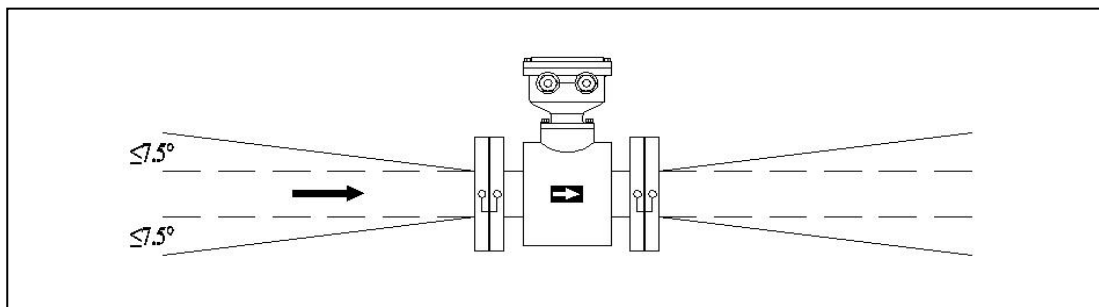

图 4.2.2 测量内径与管道内径不一致时的安装
2)流量计测量内径应与管道内径相一致，如果内径不一致，管道内径应略大于流量计内径，并在它们之间加装圆锥角小于 15° 的渐缩管或渐扩管，如图 4.2.2 所示：